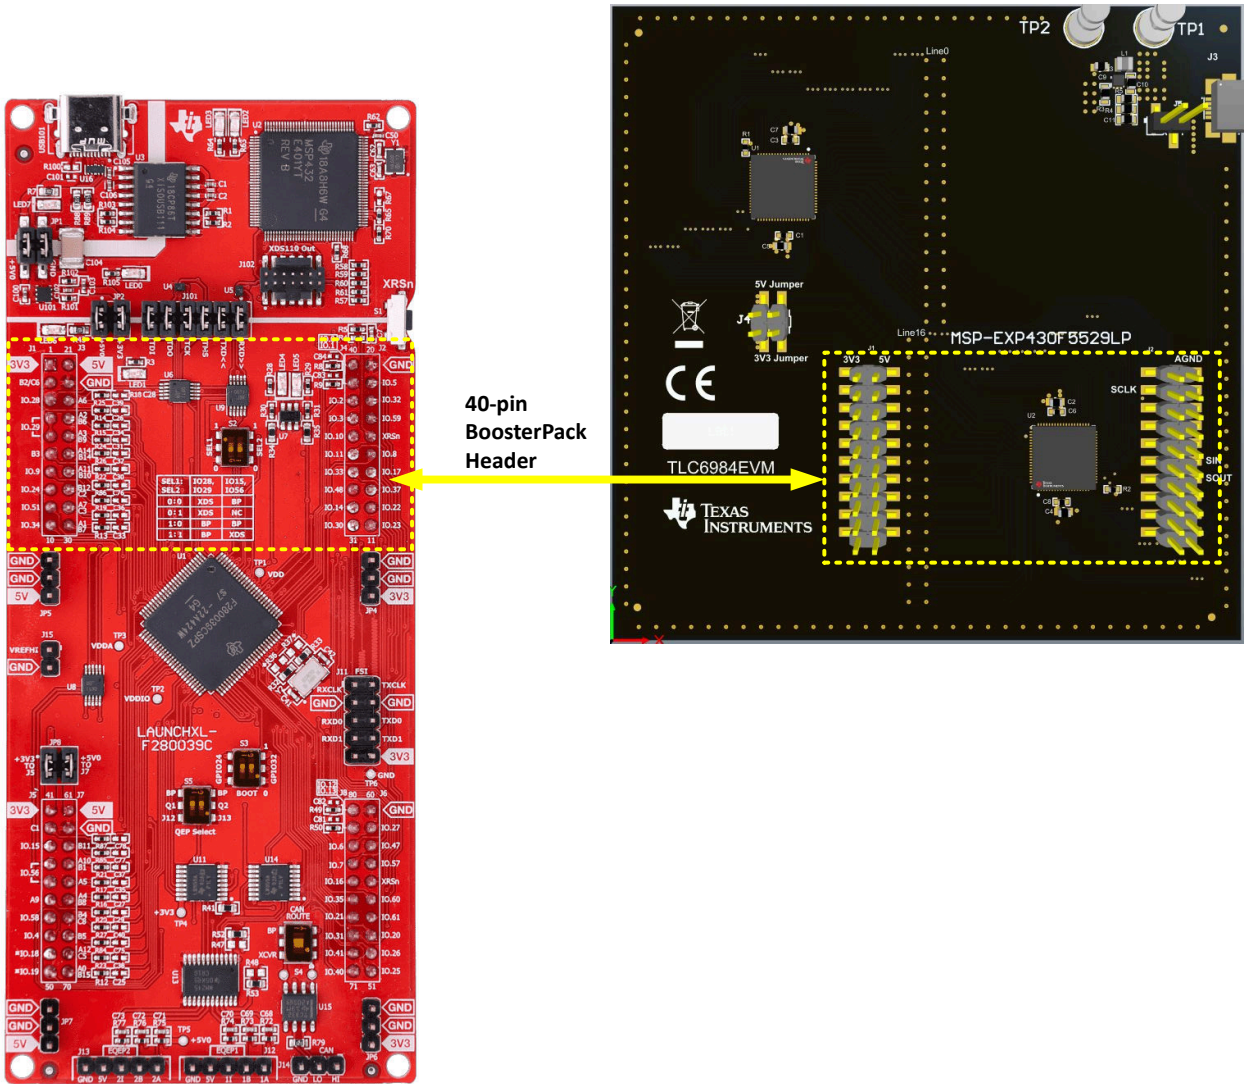

图 4-1. TLC6984EVM 和 TMS320F280039C LaunchPad
- b. 将 BoosterPack 连接器 (EVM 板上的 J1、J2) 与 TMS320F280039C LaunchPad 连接。图 4-1 中展示了连接方法。